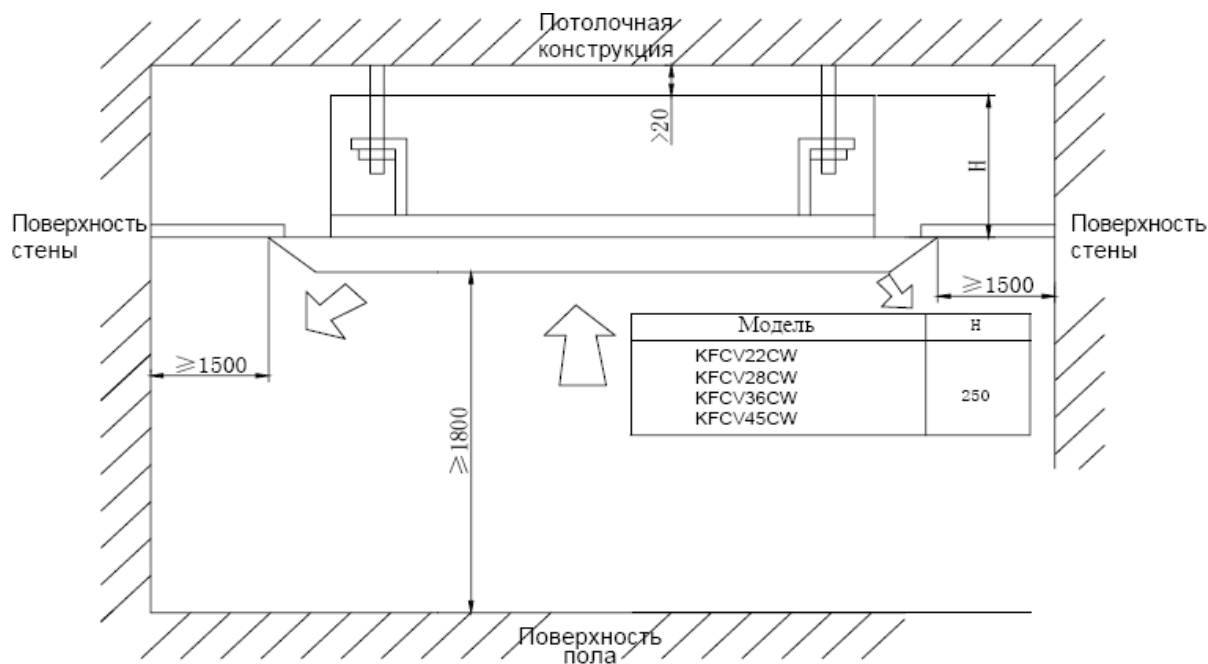

Рис. 1 Монтаж кассетного внутреннего блока
- Необходимо убедиться, что монтажная позиция соответствует требованиям, приведенным на Рис.1.